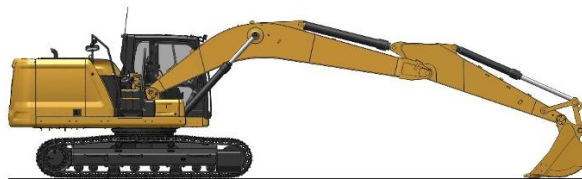

Рисунок 1
2. Полностью втяните шток гидроцилиндра рукояти. Отрегулируйте положение ковша таким образом, чтобы днище ковша находилось параллельно земле. Опустите стрелу так, чтобы навесное оборудование оказалось на земле. См. рис. 1.